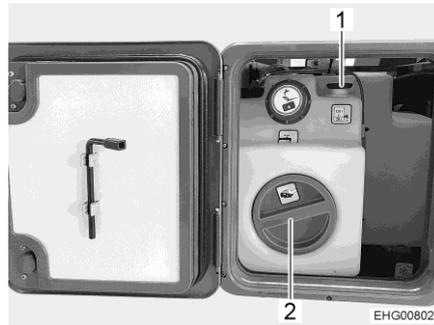

Fig. 186 Depósito de agua con tirador giratorio
- Girar el tirador giratorio (Fig. 186,1) del depósito de agua en sentido contrario a las agujas del reloj sobrepasando la resistencia, para abrir el orificio de salida completamente.